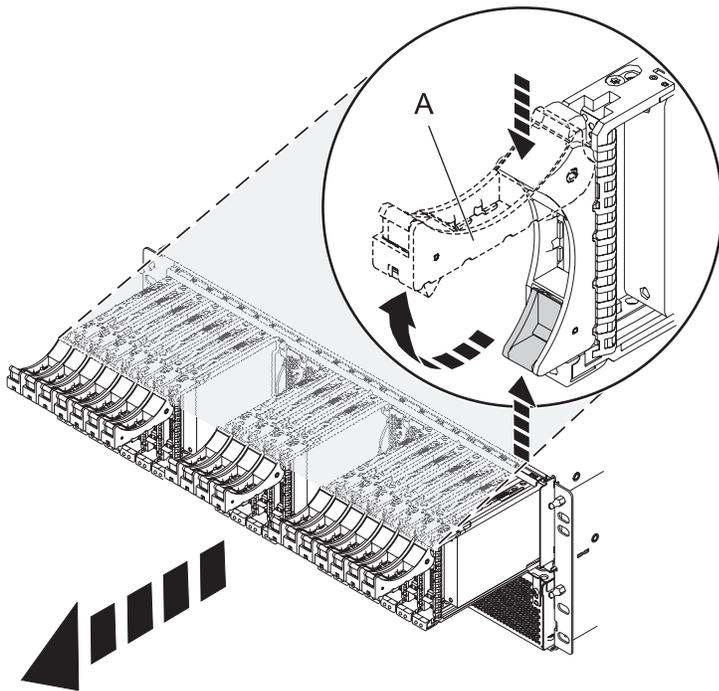

Figura 85. Extracción de las unidades de la placa posterior
4. Extraiga las unidades y los paneles de relleno como se muestra en Figura 85.
- a. Presione el mecanismo de cierre de la unidad y tire del asa (A) para soltar la unidad.